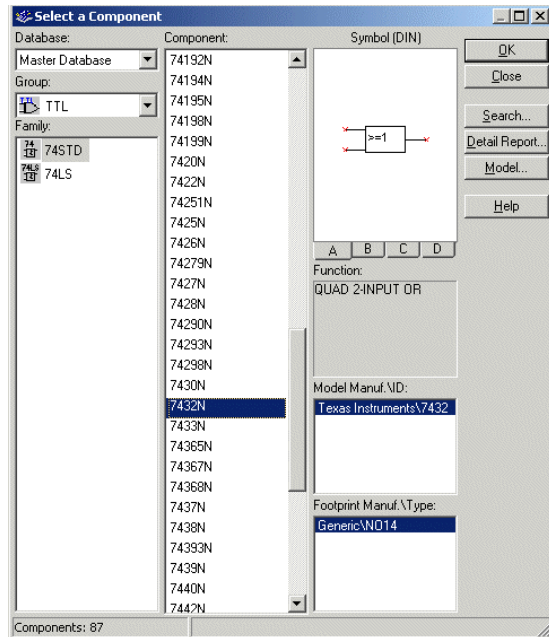

Figuur 12
- Ga naar de tab *Value*, en klik op de knop *Replace* (zie Figuur 12);